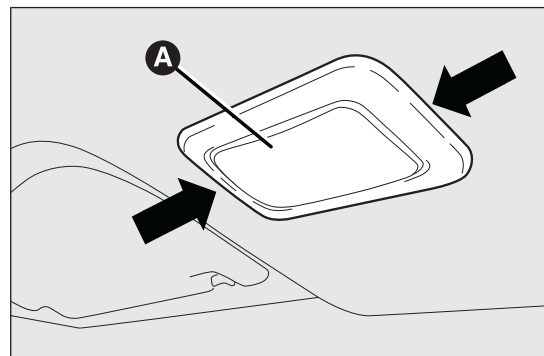

fig. 165
- estrarre la plafoniera A fig. 165 agendo nei punti indicato dalla frecce;